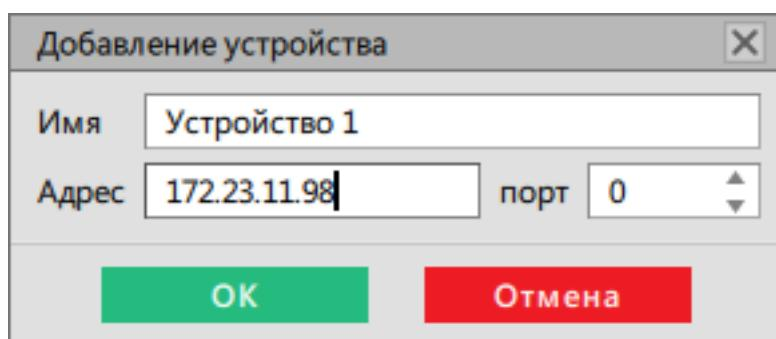

Рисунок 173 - Добавление устройства
4. Укажите имя и адрес устройства, нажмите OK (Рисунок 173).